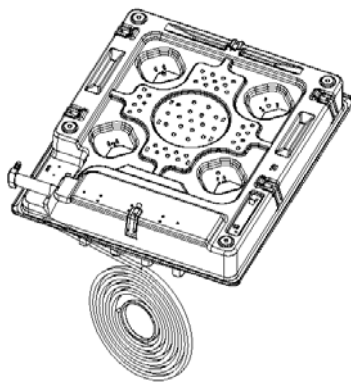

рис.4
7.1.3. Положить панель нижней стороной вверх и приклеить прокладку по периметру панели (рис. 4).